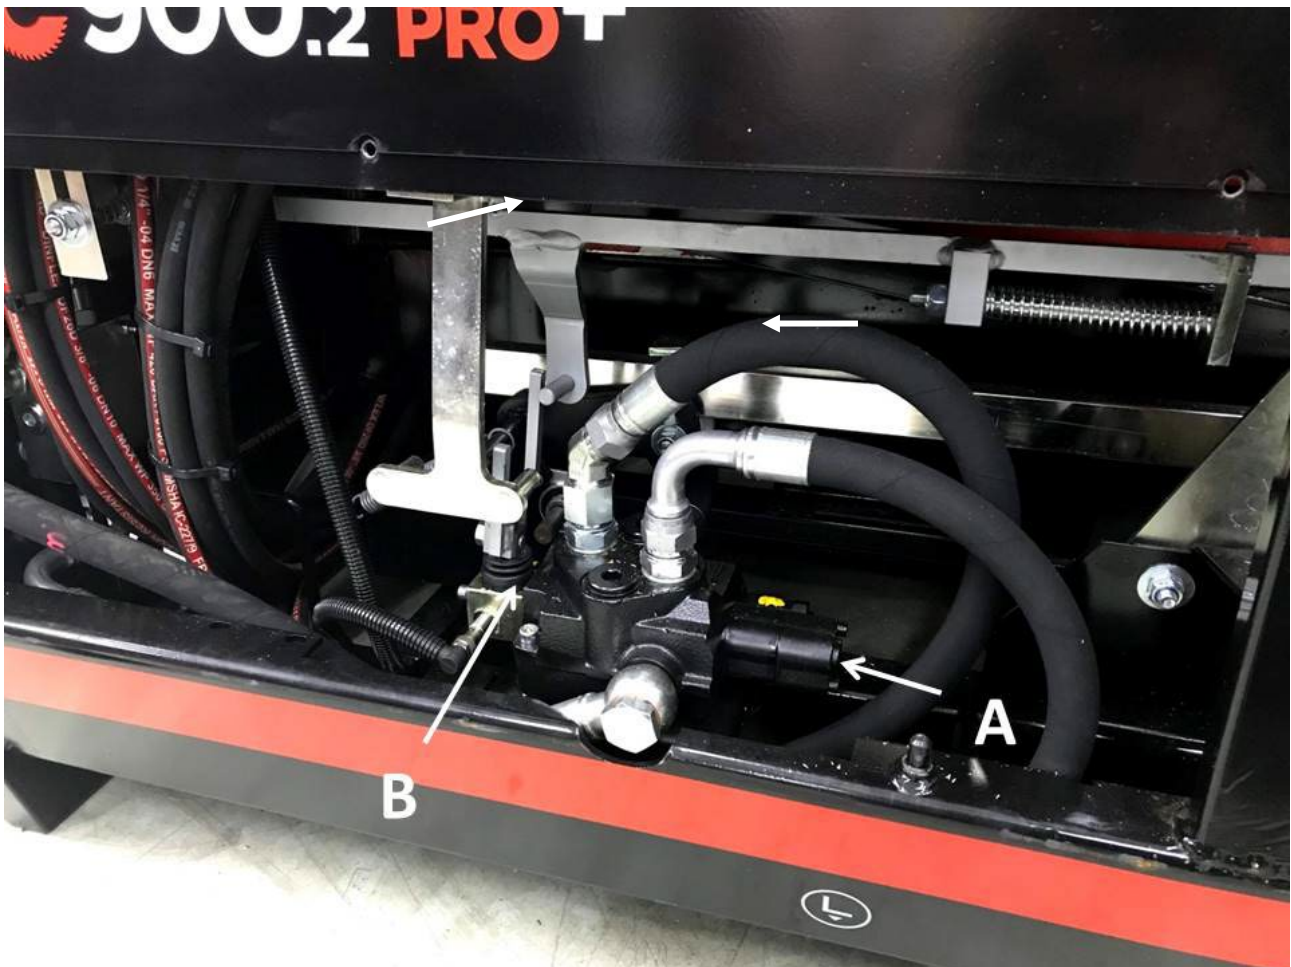

Bild 26
9.14 Service av huvudventil, bild 26
Smörjning av ventilens låshuvud, bild 26, punkt A
Smörjning av ventilspindelväxlaren, bild 26, punkt B